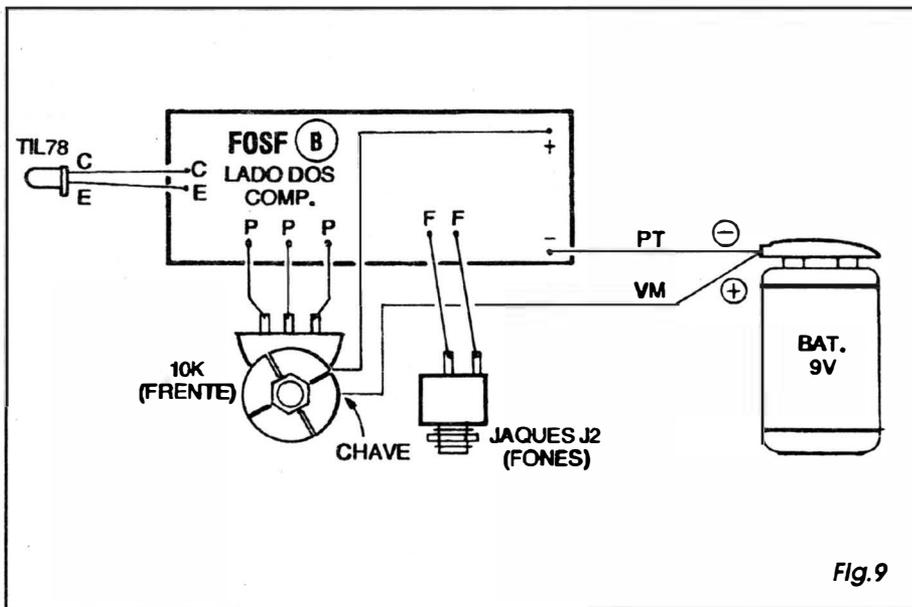

Fig. 9
- FIG. 9 - CONEXÕES EXTERNAS À PLACA (RECEPTOR -B) - Agora é vista a plaquinha do RECEPTOR do FOSF, também pela sua face não cobreada, com ênfase para as ligações externas e periféricas... Atenção à identificação dos terminais de **coletor (C)** e **emissor (E)** do foto-transistor, com relação aos respectivos pontos de conexão à placa... Observar ainda que embora o TIL78 seja mostrado *deitado* (apenas para efeito de facilitar a interpretação e identificação das ligações...) sobre a placa, na verdade o componente deve ficar *em pé*, perpendicular à placa, podendo suas *pernas* serem um pouco encurtadas na inserção/soldagem, de modo a adequar as dimensões às medidas do *container* (explicações mais adiante, junto à FIG. 11). Quanto ao potenciômetro, notar que as conexões são mostradas (aos pontos P-P-P) com o componente visto pela frente (olhando-se a peça pelo eixo...). As ligações ao jaque J2 (estéreo ou mono - ver detalhamentos na FIG. 11) não são polarizadas, uma vez que a saída em contra-fase do circuito em ponte, interno ao integrado TDA7052 não inclui um referencial de *terra* convencional... Atenção também à polaridade da alimentação, sempre lembrando que o **cabinho vermelho** proveniente do *clip* da bateria corresponde ao **positivo**, enquanto que o fio **preto** refere-se ao **negativo**... A chave interruptora incorporada à traseira do potenciômetro deve ser eletricamente intercalada no cabo do positivo (**vermelho**).